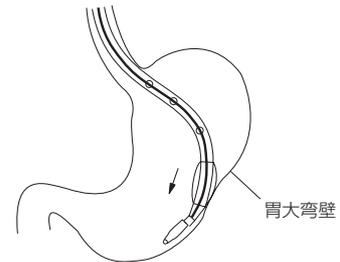

図3
9. X線透視下で患者の体位を変えながら、胃大弯壁に沿って胃幽門前庭部まで本品を進める（図3）。